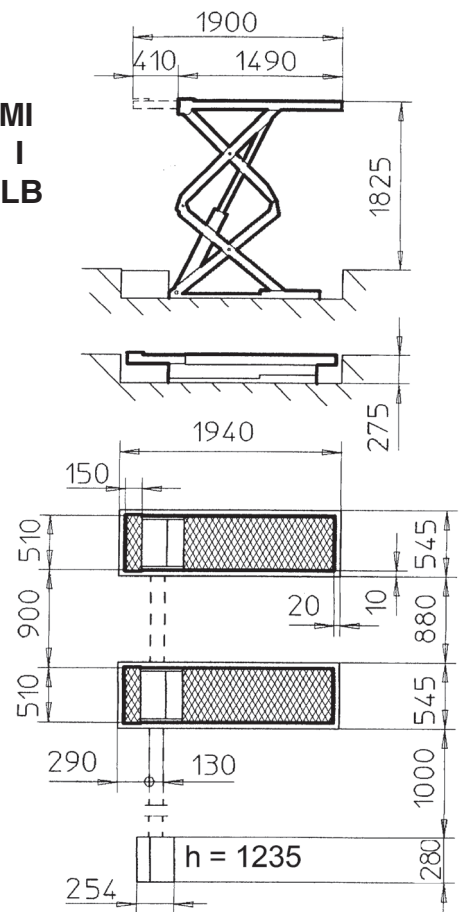
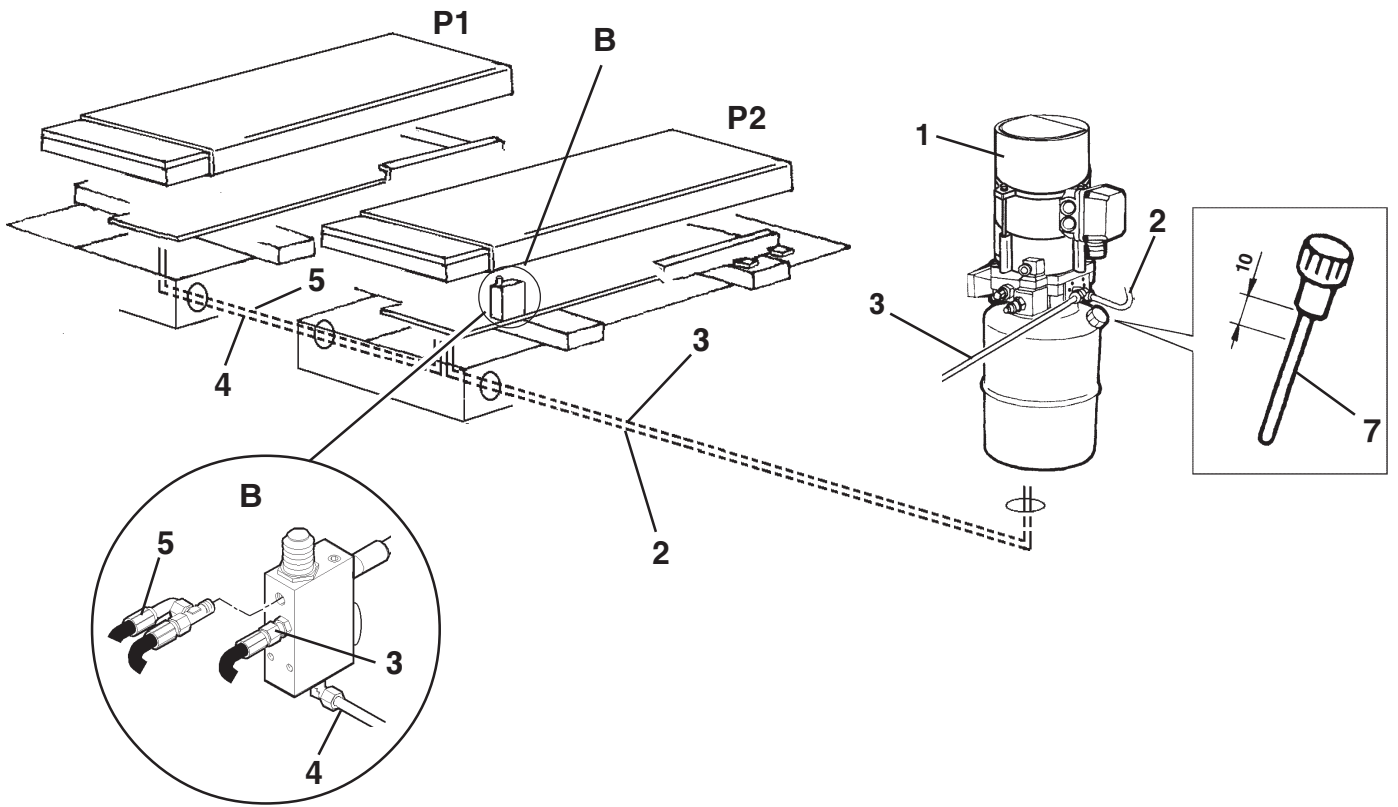

Fig. 20
Fig. 21
Posizionare le pedane come si vede nella Fig. 21 sopra a due legni posti di traverso sulle fosse; posizionare il mobiletto secondo le indicazioni della Fig.20. Togliere il mobile dal supporto centralina così da rendere visibili ed agibili i punti di attacco dei tubi.
Estrarre da sotto la pedana (P2), vedi Fig. 21, i due tubi (2) e (3), togliere i rispettivi tappi e collegarli alla centralina facendoli passare nel tubo interrato.
Place the footboards as shown in Fig. 21 resting on 2 planks of wood placed across the pits; position the unit as shown in the Fig.20. Remove the unit from the control unit support to expose the tubing attachment points for easy access.
Extract the two tubes (2) from beneath the footboard (P2), see Fig. 21, remove the caps and connect them to the control unit, passing them through the embedded tube.
Die Fahrschienen gemäss Abb. 21 auf zwei quer über der Grube liegende Holzplatten anordnen. Den Schaltschrank gemäss den Anweisungen der gleichen Abbildungen 20 positionieren. Das Gehäuse vom Schaltschrankgestell entfernen, so dass die Leitungsanschluss-Stellen gut sichtbar und leicht zugänglich sind. Unter der Fahrschiene (P2) gemäss Abb. 21 die beiden Leitungen (2) und (3) hervorziehen, die entsprechenden Pfropfen entfernen und die Leitungen an den Schaltschrank anschliessen, indem sie in die in die Erde verlegte Leitung verlegt werden.
Positionner les chemins de roulement comme indiqué à la Fig. 21 sur deux pièces de bois posées en travers sur les fosses; positionner l'unité de contrôle en suivant les indications de la Fig.20. Retirer le meuble du support de la centrale de pour que les attaches des tuyaux soient visibles et accessibles. Extraire les deux tuyaux (2) et (3) situés sous le chemin de roulement P2 (voir Fig. 21), les libérer de leurs bouchons et les raccorder à la centrale en les faisant passer dans le tuyau noyé dans le sol. Dans la centrale hydraulique (1), remplacer le bouchon-jauge (7). A ce point, consulter le paragraphe 4.4 (Connexion au réseau) et 4.5 (Connexion de l'installation pneumatique).
Colocar las tarimas como indica la Fig. 21 encima de dos maderas colocadas de través en los fosos; colocar el mueble según las indicaciones de la Fig.20. Quitar el mueble del soporte de la central de manera que sean visibles y accesibles los puntos de conexión de los tubos.
Extraer los dos tubos (2) y (3), ver Fig. 21 de debajo de la tarima; quitar los tapones y conectar los tubos a la central haciéndolos pasar por el tubo enterrado.
Sollever il ponte premendo il pulsante di salita fino a che le due pedane non arrivano a 50 cm da terra; premere il pulsante di stazionamento per scendere sugli arpioni. A questo punto sollevare la pedana (P1), togliere i legni e mettere all'interno dello scavo la pedana stessa posizionandola come si vede nella Fig. 20.
Rif. Fig. 21. Nella pedana (P2) staccare i tubi (4) e (5) chiudendo subito il circuito idraulico con 4 tappi; infilare i tubi (4) e (5) nel tubo di collegamento interrato; posizionare all'interno dello scavo la pedana (P2) ricollegando i tubi.
Raise the lift by pressing the rise button until the two footboards reach 50 cm from the ground; press the park button to rest them on the pawls. Now lift footboard P1, remove the planks and place the footboard inside the pit, positioning it as shown in Fig. 20.
Ref. Fig. 21 - In footboard P2, detach the tubes (4) and (5), plugging the hydraulic circuit immediately with 4 plugs; place the tubes (4) and (5) in the embedded connecting tube; position footboard P2 inside the pit, connecting up the tubes again.
Die Taste „Heben“ betätigen und die Hebebühne hochfahren, bis sich die beiden Fahrschienen 50 cm über dem Boden befinden. Die Taste „Standphase“ zur Auflage auf die Sperrklinken drücken. Nun die Fahrschiene P1 anheben, die Holzplatten entfernen und die Fahrschiene gemäss Abb. 21 in der Grube positionieren.
Zu Abb. 21. - Bei der Fahrschiene (P2) die Leitungen (4) und (5) entfernen und sofort den Hydraulikkreis mit 4 Pfropfen schliessen. Die Leitungen (4) und (5) in die in die Erde verlegte Verbindungsleitung verlegen. Die Fahrschiene (P2) gemäss in der Grube positionieren und die Leitungen wieder anschliessen.
Soulever le pont élévateur en appuyant sur le bouton de montée aussi longtemps ce que les deux chemins de roulement n'atteignent atteint une hauteur de 50 cm de terre; appuyer sur le bouton de stationnement pour enclencher les arrêts mécaniques. A ce point, soulever le chemin de roulement P1, ôter les pièces de bois et introduire le chemin de roulement à l'intérieur de la fosse et le positionner comme indiqué aux Fig. 20.
Réf. Fig. 21. Dans le chemin de roulement (P2), détacher les tuyaux (4) et (5) et fermer immédiatement le circuit hydraulique au moyen de 4 bouchons; enfiler les tuyaux (4) et (5) dans la conduite de raccordement noyée dans le sol; positionner, le chemin de roulement P2 à l'intérieur de la fosse et raccorder les tuyaux.
Elevar el puente mediante el pulsador de elevación hasta que las dos tarimas lleguen a 50 cm. del suelo; apretar el pulsador de estacionamiento para bajar en los trinquetes. Luego, elevar la tarima (P1), quitar las maderas y poner dentro de la cavidad la tarima como se ve en las Fig. 20.
Ref. Fig.21. En la plataforma (P2) quitar los tubos (4) y (5) cerrando enseguida el circuito hidráulico con 4 tapones; meter los tubos (4) y (5) en el tubo de conexión enterrado; colocar dentro de la cavidad la tarima (P2) volviendo a conectar los tubos.